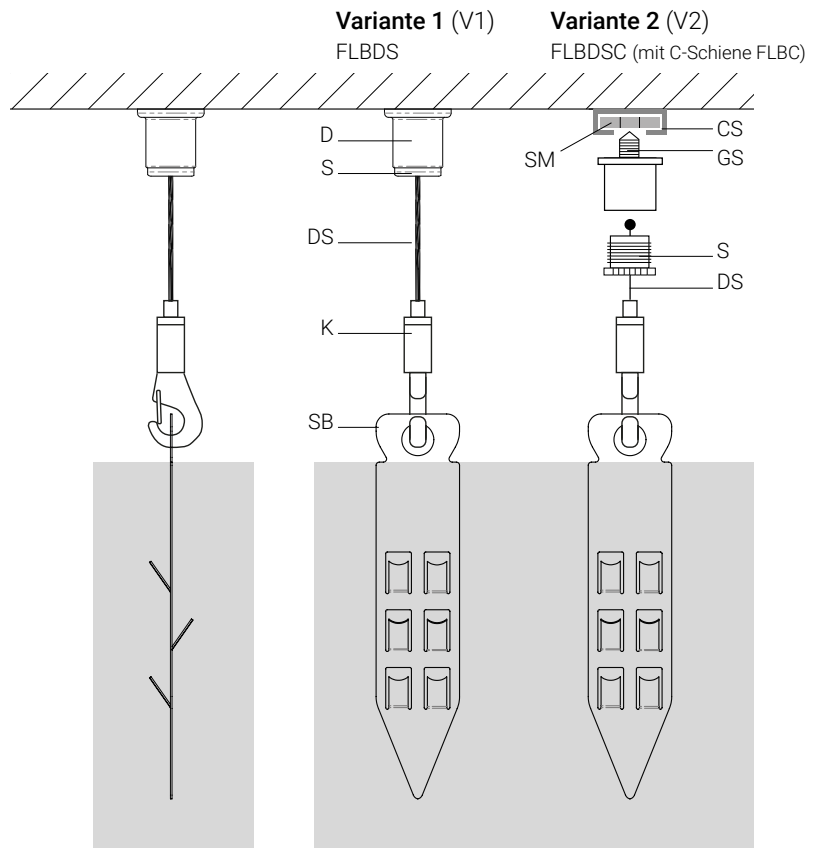

Abb. 2
Nun das Drahtseil (DS) durch die Schraubkappe (S) führen und diese in den Deckenbefestiger schrauben. Das Drahtseil durch den Karabiner (K) führen und das Akustikpaneel einhängen (Abb. 2). Durch Drücken mit dem Fingernagel auf die Rückzugssperre die gewünschte Seillänge einstellen. Ggf. eine Wasserwaage auf den Absorber legen.